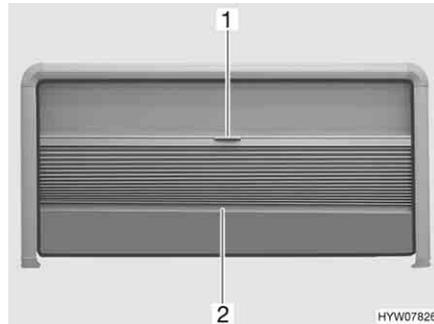

Bild 64 Ausstellfenster
- Die faltverdunklung in der Mitte des Abschluss-Stabes (Bild 64,2) fassen und vorsichtig nach unten ziehen.
- Den Abschluss-Stab (Bild 64,2) der faltverdunklung in der Mitte halten und die faltverdunklung vorsichtig nach oben schieben.
- Den Insektenschutz am Griff (Bild 64,1) vorsichtig nach unten ziehen.
- Den Insektenschutz am Abschluss-Stab der faltverdunklung (Bild 64,2) langsam ganz nach oben schieben.